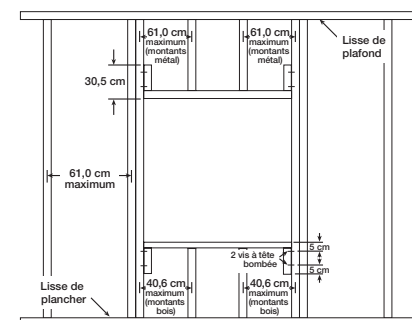

Figure 4 — Fixation du parement
- Fixer les plaques de parement de plâtre tous les 30,5 cm sur tous les montants et lisses qui entourent l'ouverture. Voir la Figure 4.